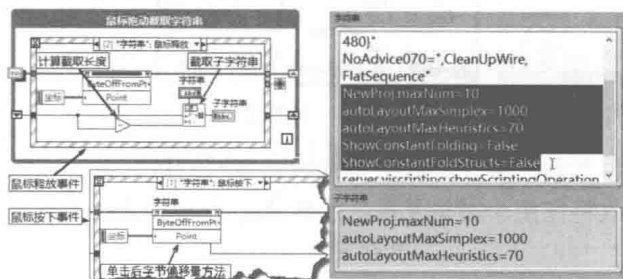

图 6-52 提取鼠标拖曳处的子字符串
- ◆ 单击后字节偏移量。此方法返回鼠标单击处字符串位置偏移量。如图 6-52 所示，在字符串控件的鼠标按下、鼠标释放事件中，两次调用单击后字节偏移量方法，计算出截取字符串长度，提取拖曳后的子字符串。